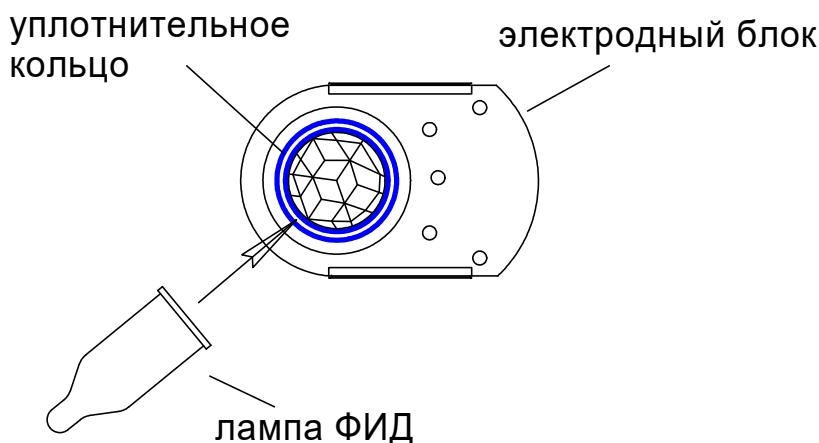

Рисунок 4.4 – Установка лампы ФИД
- вставить лампу в уплотнительное кольцо электродного блока (см. рисунок 4.4) вращательным движением до плотного прилегания окна лампы к аноду электродного блока, при этом лампа должна свободно опираться на уплотнительное кольцо;